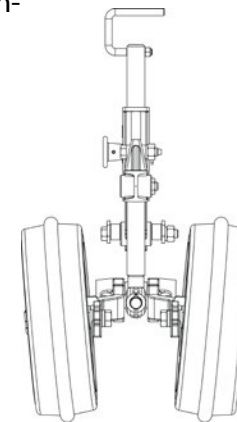

Figuras 43
- El ángulo de las ruedas limitadoras de profundidad (1), tiene la finalidad de presionar el surco haciendo que el suelo sea inmediatamente recolocado sobre la semilla, evitando exceso compactación, facilitando la germinación y el desarrollo de la planta. Para obtener los regulados en las ruedas, proceda de la siguiente forma:
- 01 - Suelte los tornillos y arandelas (1), retire la rueda (2), ajuste el punto de regulado de la rueda (3) en el regulado del eje de la rueda (4), después, fije nuevamente la rueda (2) con las arandelas y tornillos (1), proceda según muestra las figuras 43.